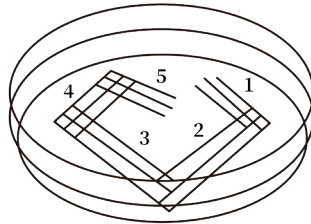

图 1. 五段交叉划线法示意图
- 1, 客户收到菌株后, 不可直接吸取菌液接种扩繁。应先对菌种进行复壮, 待长出单菌落后挑单菌落接菌扩繁; 复壮方法如下: 在超净台打开盖子, 用接种环沾取少量甘油菌液采用交叉划线法(图 1)在 YPDA 平板表面轻轻划线(注意: 不要刺破培养基), 将平板封口后放 30 度培养 3-5 天, 即可长出单菌落。
- B, 取出无菌接种环, 注意不要污染, 图 1 所示为标准的五段交叉划线法, 分五个区, 每个区划三条直线, 第 1、2 区可共用一个接种环, 划好 1、2 区后换一个新接种环划第 3 区, 再换一个新接种环划第 4 区, 再换一个新接种环划第 5 区, 每一次换接种环划线要经过前面划线区的划线痕迹, 这样就相当于对菌种进行稀释。简易划线也可只划 3 个区或 4 个区。